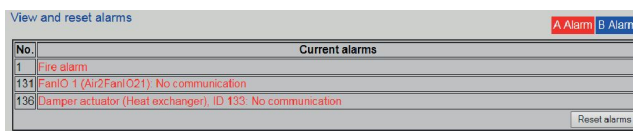

Рис. 65: Аварии
- ⇒ Отобразится экран (Рис. 65) «Аварии»
- Нажмите (Рис. 65) «Сбросить аварии» для сброса аварий